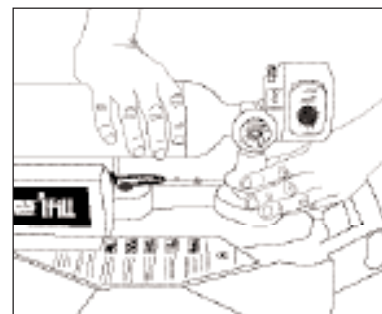

Abbildung 4
- Nehmen Sie die volle Sauerstoffflasche ab, indem Sie den Füllanschlussring unter dem Gasflaschennippelanschluss nach unten drücken, während Sie die Gasflasche mit der anderen Hand fest halten (Abbildung 4).
- Führen Sie einen (1) der folgenden Schritte durch: